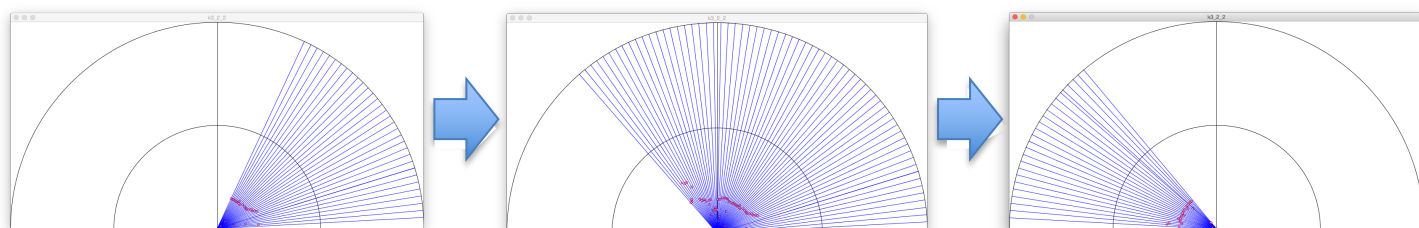

図 7.2.6：0～180 度まで計測したら 180 度から 0 度まで計測
- 0 度～180 度の範囲について物体の位置をプロットし終わったら、すべてのプロットを消し、180 度～0 度の範囲について新たにプロットを開始する。これを繰り返す（図 7.2.6）